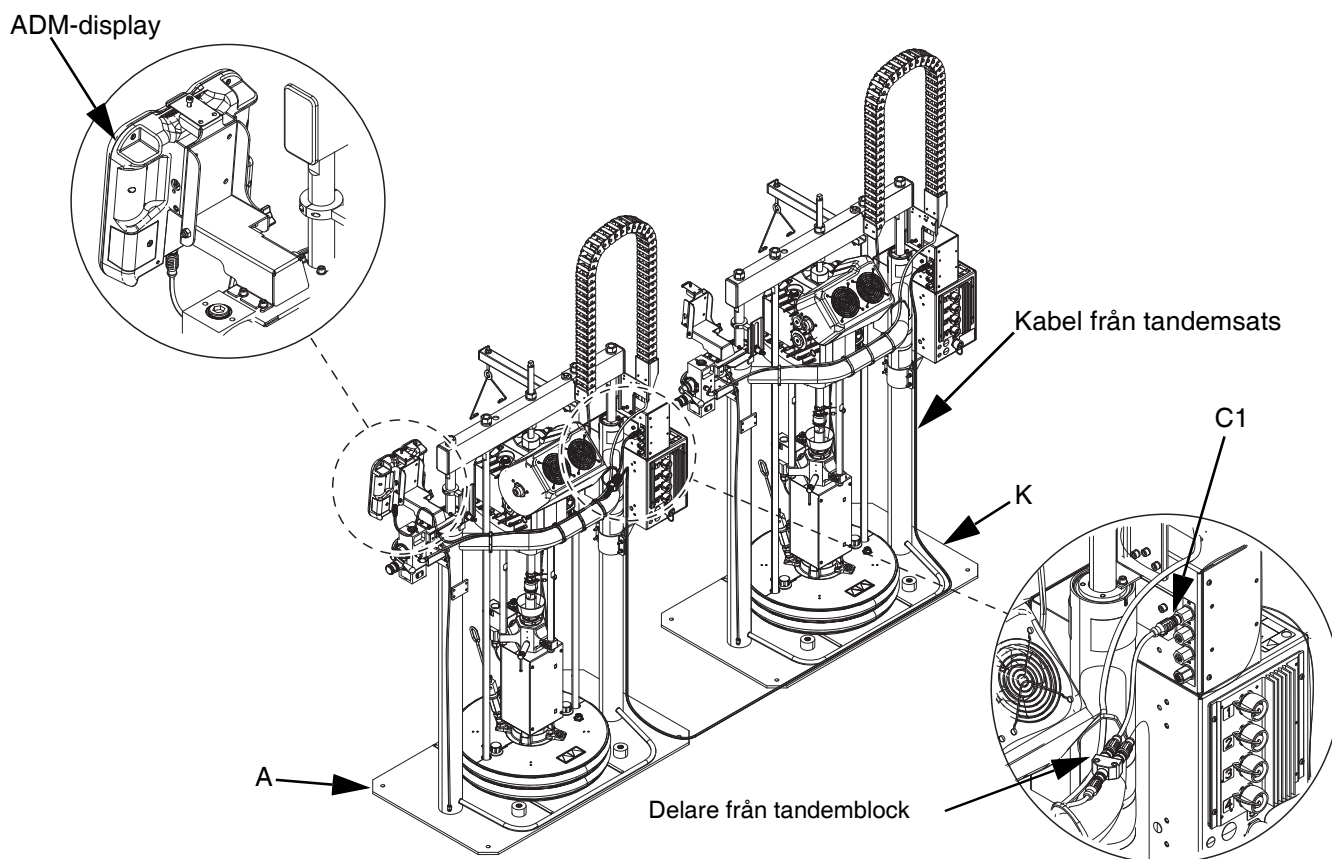

FIG. 10: Kommunikationsanslutningar
4. Använd buntband som ingår i tandemsatsen för att fästa kablarna på tryckmatarens ram. Se FIG. 10 för kabeldragning.